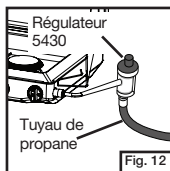

Fig. 12
- Fixez le tuyau au régulateur 5430 et enfillez-le sur le réchaud comme indiqué à la Fig. 12.